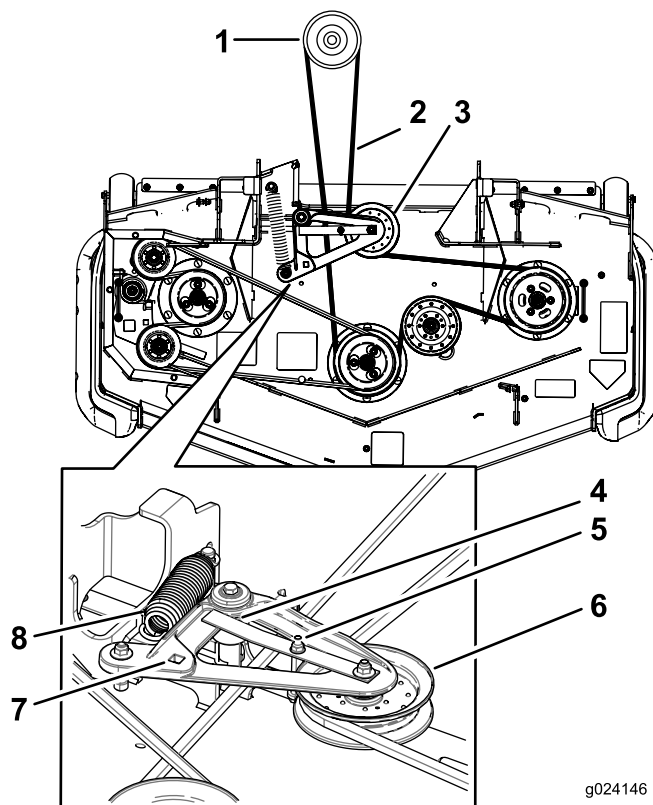

**Figura 73**
5. Retire la cubierta de plástico de la correa (Figura 73).
6. Retire las cubiertas de la correa (Figura 73).